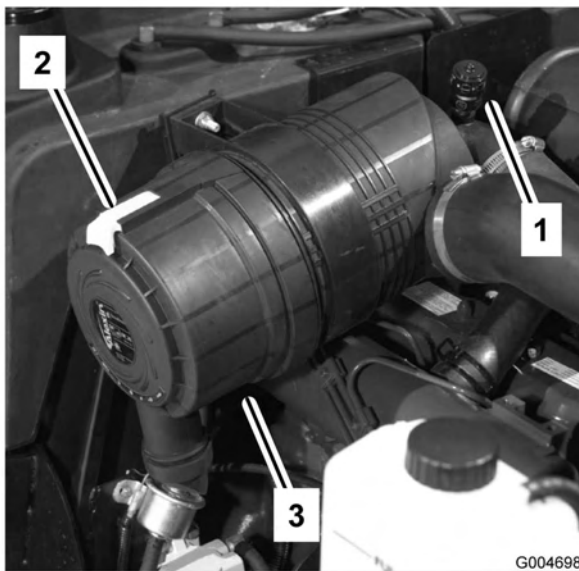

Figura 45
Faça a manutenção dos filtros de ar sempre que o indicador (Figura 45) do filtro do ar o indicar ou a cada 400 horas de funcionamento da máquina (com maior frequência em condições de trabalho muito sujas ou poeirentas). Não efectue a manutenção do filtro de ar com demasiada frequência.
1. Puxe o trinco para fora e rode a cobertura do filtro de ar no sentido contrário ao dos ponteiros do relógio. Retire a cobertura do corpo (Figura 45). Limpe o interior da cobertura do filtro de ar.
6. Reinicie o indicador (Figura 45) se este se apresentar vermelho.